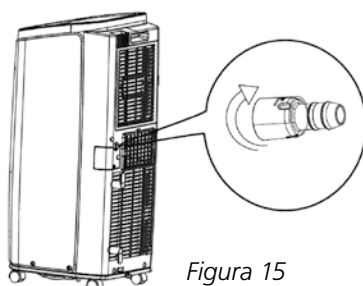

Figura 15
- 2 Conecte el racor H suministrado (véase la figura 1) a esta salida (véase la figura 15).